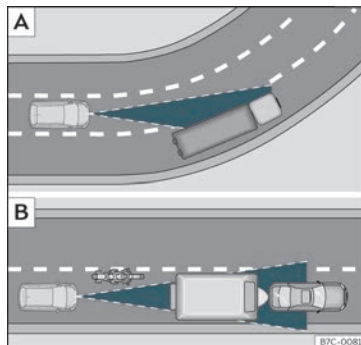

Fig. 154 [A] Vehicle en un revolt. [B] Motociclista circulant per davant fora del radi d'acció del sensor de radar.
L'ACC podria no detectar el vehicle precedent en un revolt o podria regular la distància amb vehicles que es troben en altres carrils >>> **fig. 154** [A].
- Vehicles que circulin desalineats o fora de la zona de detecció del sensor, per exemple, motocicletes >>> **fig. 154** [B].